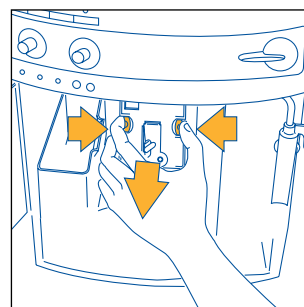

Fig.29
- Prima lateralmente e para o centro as duas teclas vermelhas de libertação do infusor (fig. 29) e retire-o, puxando-o para fora;